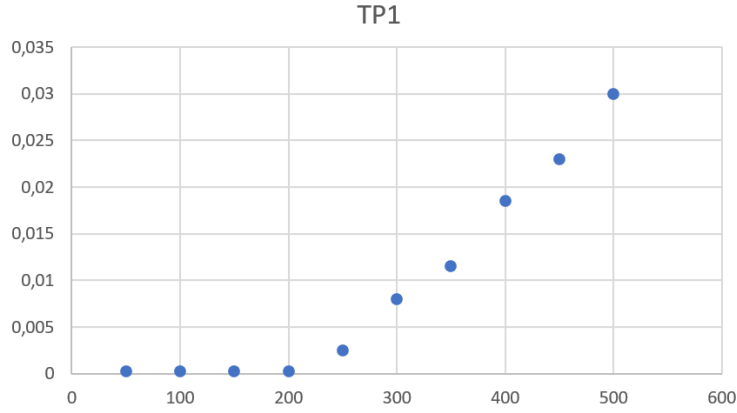

Figure 11: Courbe de la puissance
Question : Nous savons que la pente en sortie est de 0,1 mW/mA grâce à la figure 11. Grâce à l'équation (15), et à ce que vous avez mesuré dans ce TP, trouver la valeur de la pente d'efficacité.